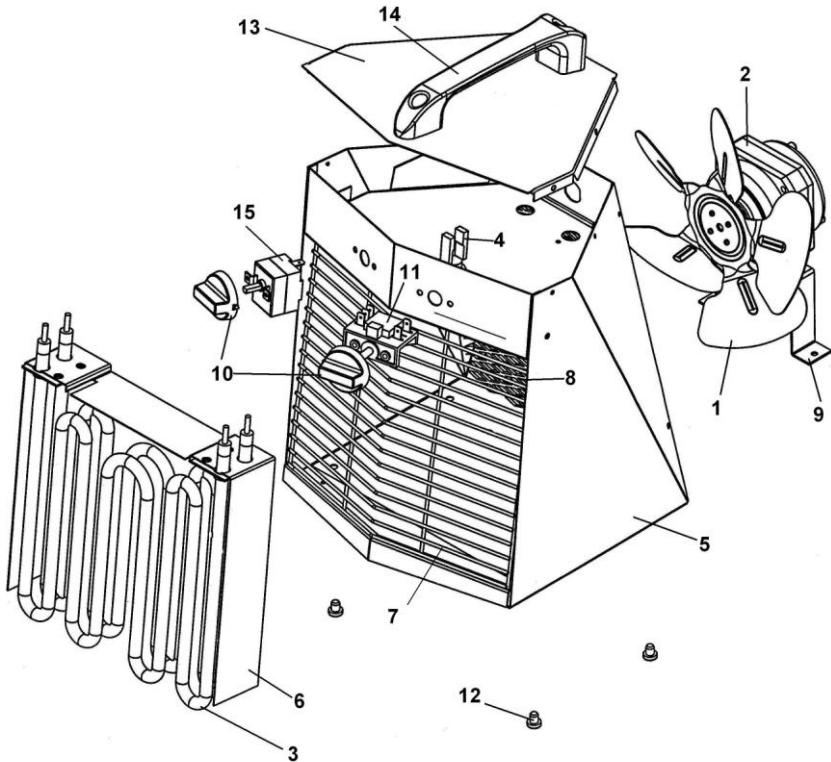

Рис. 1
Соответствие положений ручки переключателя режимов работы (10) (рис.1):
Переключатель 11 (рис.1) на четыре положения предназначен для установления режимов работы.
Термостат 4 (рис.1) отключает ТЭНы в случае аварийного (ненормального) режима работы (перекрыто входное или выходное отверстие, перегрев вследствие остановки электродвигателя).
Терморегулятор (капиллярный термостат) 15 (рис.1) в тепловентиляторе ТТ-ЗТК предназначен для автоматического поддержания температуры в помещении на заданном уровне. При достижении заданной температуры терморегулятор отключает нагревательные элементы, оставляя включенным вентилятор. При понижении температуры всасываемого воздуха на 3-5°C вновь включает нагрев.
Установить тепловентилятор так, чтобы был свободный доступ к органам управления управления и воздуха к воздухозаборной решетке. Установить переключатель режимов работы (11) рис. 1 тепловентилятора положение «0» (отключено).
Переключатель режимов (11) рис.1 установить в выбранный режим. Установка режима автоматического поддержания температуры для тепловентилятора ТТ-ЗТК выставляется следующим образом:
Ручку терморегулятора (10) рис.1 повернуть против часовой стрелки до упора;
Переключатель режимов работы (11) рис. 1 установить в положение нагрева. В этом случае тепловентилятор работает в режиме вентилятора. Плавно поворачивать ручку терморегулятора (10) рис.1 по часовой стрелке до щелчка включения терморегулятора, который произойдет при совпадении уставки терморегулятора с температурой окружающего воздуха. Повернуть ручку терморегулятора (10) рис. 1 по часовой стрелке еще на некоторый угол. Терморегулятор не имеет отградуированной шкалы по температуре и установка ручки на желаемую температуру в помещении уточняется (определяется) потребителем в процессе эксплуатации.
установить переключатель режимов работы (11) рис. 1 в режим вентилятора «1». В этом режиме крыльчатка будет вращаться, а ТЭНы будут отключены.
Установить переключатель режимов (11) рис. 1 в положение «0» – отключено. В случае длительного перерыва в работе тепловентилятора вынуть вилку шнура питания из розетки.
Термостат 4 (рис.1) при ненормальном режиме работы тепловентилятора срабатывает и отключает ТЭНы.
охладить тепловентилятор до температуры окружающего воздуха; переключатель режимов работы (11) рис. 1 установить в положение «0» (отключено); выяснить и устранить причину, вызвавшую срабатывание термовыключателя; переключатель режимов (11) рис. 1 установить в положение «1» (вентилятор) и по наличию воздушного потока убедиться во вращении крыльчатки. После этого можно включить нагрев.